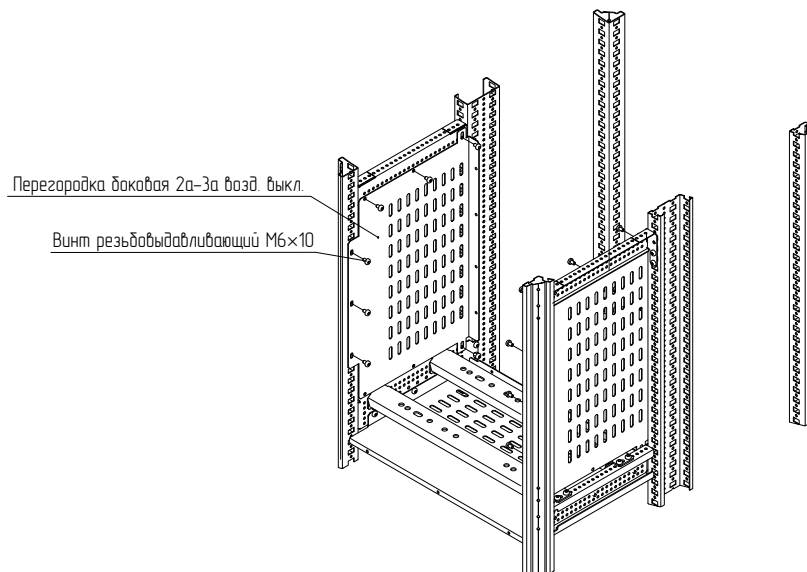

Рисунок 62
4.22.5 Приложить перегородку боковую 2а – 3а выкатную воздушного выключателя (далее – перегородку боковую) к перегородке горизонтальной и к элементу секционирования, закрепить винтами М6×10 (рисунок 62). Момент затяжки – 7 Н·м.